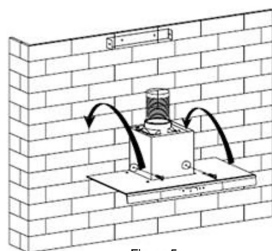

Figura 5
- 4. Coloque la campana extractora en el soporte. Véase la figura 5.